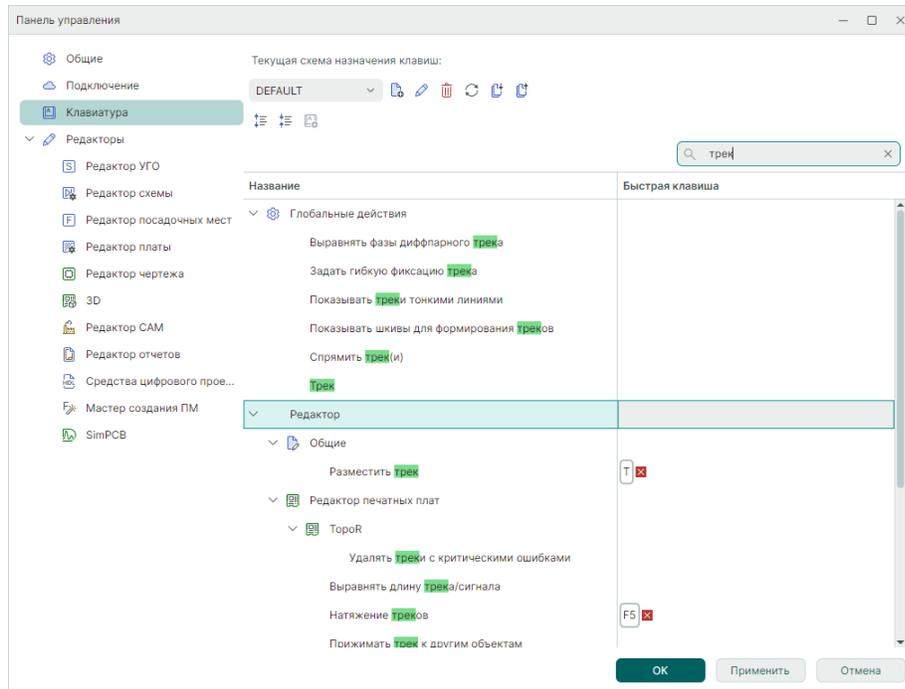

Рис. 68 Поиск действий
1. Установите курсор в поле «Поиск...» и введите наименование требуемого действия. По совпадению введенных букв поисковая система отфильтрует имеющиеся действия, см. Рис. 68.